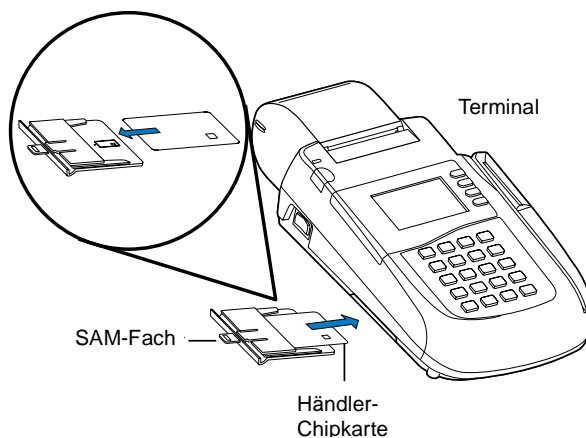

Abbildung 10 SAM-Fach mit Händler-Chipkarte
2. Halten Sie zum Einsetzen einer Händler-Chipkarte das SAM-Fach fest, und drücken Sie die Verriegelung ein (Abbildung 10). Enthält das Fach bereits eine Händler-Chipkarte, wird diese zum Ausbauen von der Verriegelung erfasst.
3. Ziehen Sie das SAM-Fach aus dem Terminal heraus (Abbildung 10).
12. Setzen Sie eine Standard-Händler-Chipkarte wie in Abbildung 10 gezeigt in das SAM-Fach ein.